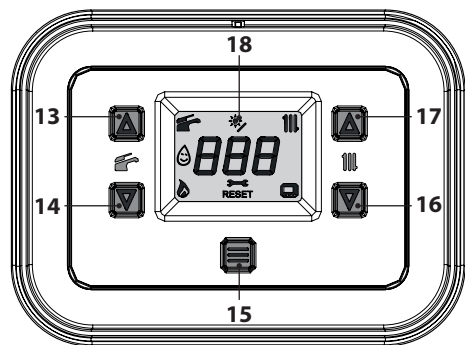
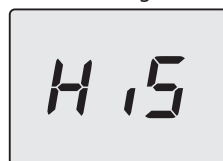

Figura 6.6
Figura 6.8
- Tenere premuto per 5 secondi il tasto 15 fino a far apparire sul display entrambe i simboli e (Figura 6.6).
- Entrare in "modalità programmazione" premendo contemporaneamente per 5 secondi i tasti 14 e 16 (Figura 6.6) fino a far apparire sul display LCD le lettere **HIS** che indicano il menu "Storico delle caldaie" (Figura 6.8).
- Premere il tasto 15 (Figura 6.6) per attivare la funzione. Il display visualizzerà quanto segue (Figura 6.10 e Figura 6.11).
- tenere premuti contemporaneamente i tasti 14 e 16 per 5 sec. (Figura 6.6) (ritorno al livello precedente).
- Spegner la caldaia tenendo premuto per 5 secondi il tasto 15 (Figura 6.6) fino a far apparire sul display LCD il simbolo — — — (i trattini vengono accesi in sequenza per simulare uno scorrimento) (Figura 6.5).